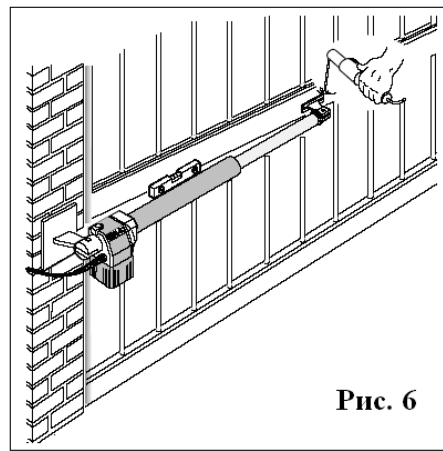

Рис. 6
- 8) Полностью закрыть створку ворот и удерживая привод в горизонтальном положении определить и отметить место установки переднего кронштейна на створке (рис. 6). Для определения горизонтального положения необходимо применять строительный уровень.